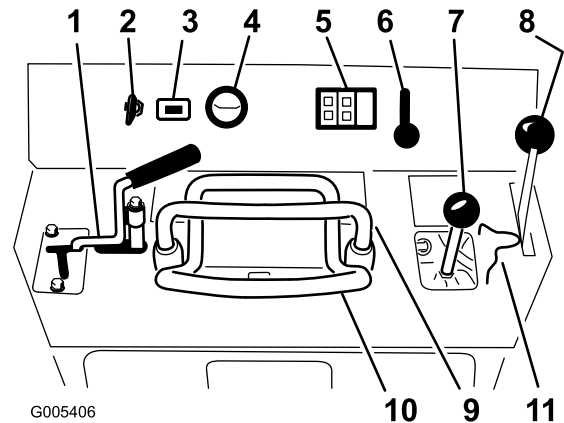
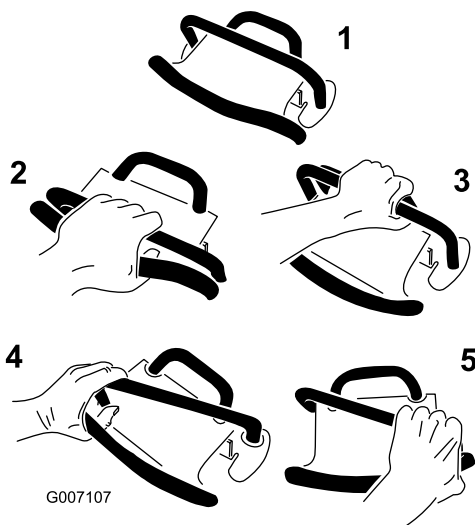

Figure 9
Figure 10
Avant de mettre le moteur en marche et d'utiliser la machine, familiarisez-vous avec toutes les commandes (Figure 9).
- Pour vous déplacer en marche avant, poussez la commande de déplacement en avant (numéro 2 en Figure 10).
- Pour vous déplacer en marche arrière, tirez la commande de déplacement en arrière (numéro 3 en Figure 10). **Regardez derrière vous et soyez très prudent lorsque vous faites marche arrière et gardez toujours les mains sur la barre de référence (Figure 9).**
- Pour tourner, tournez la commande de déplacement dans la direction voulue (numéros 4 et 5 en Figure 10).
- Pour arrêter la machine, relâchez la commande de déplacement (numéro 1 en Figure 10).